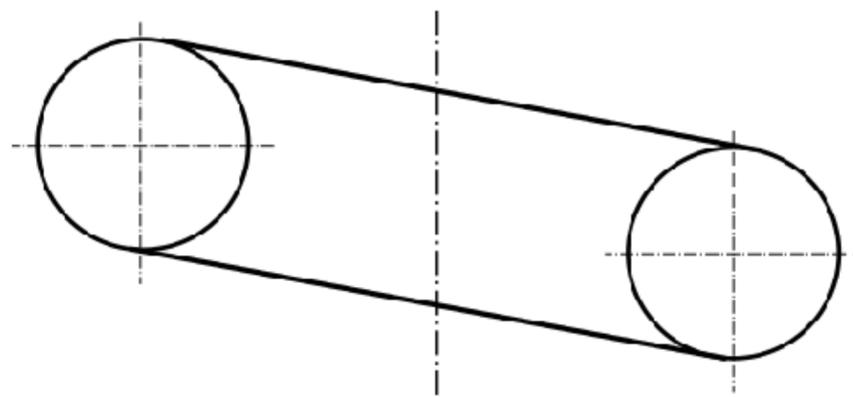

Abbildung 5.1: Spannungsverlauf im Draht einer Schraubefeder
2. Zeichnen Sie in unten abgebildeten Schnitt durch eine Schraubefeder (Abb. 5.1) den Spannungsverlauf im Draht ein!